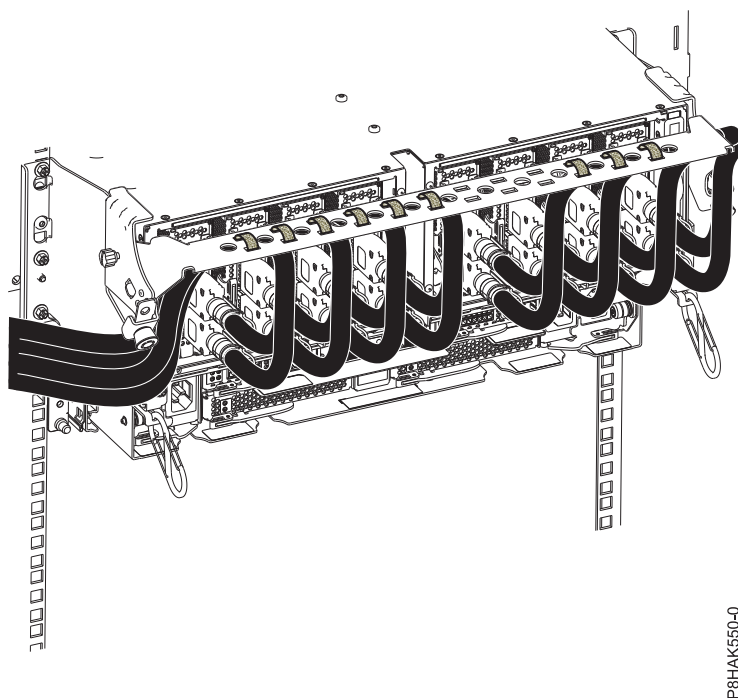

Figure 35. Acheminement des câbles vers le crochet de routage des câbles
5. Acheminez le CXP, les câbles du tiroir d'extension et les câbles d'entrée-sortie (E-S) vers le crochet de routage des câbles. Voir figure 35, à la page 35.
- f. A l'aide d'attaches velcro, acheminez le surplus de câble et le câble à fibre optique vers le crochet de routage des câbles, comme illustré dans la figure 35, à la page 35.